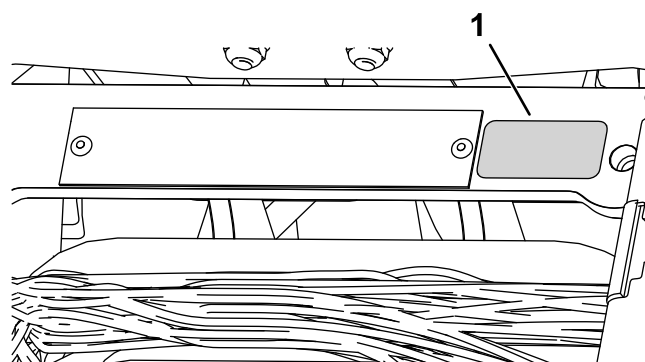

Figura 12
- Coloque o autocolante do ano de fabrico junto da placa do número de série (Figura 12).